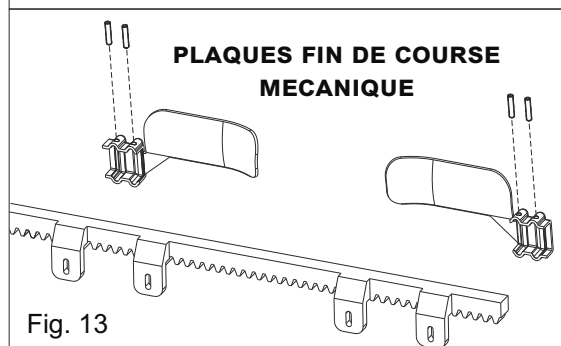

Fig. 13
- **FIN DE COURSE MÉCANIQUE:** positionner la plaque (Fig. 13) sur la crémaillère en fonction de la position de fin de course souhaitée; fixez la plaque sur la crémaillère à l'aide des vis fournies.